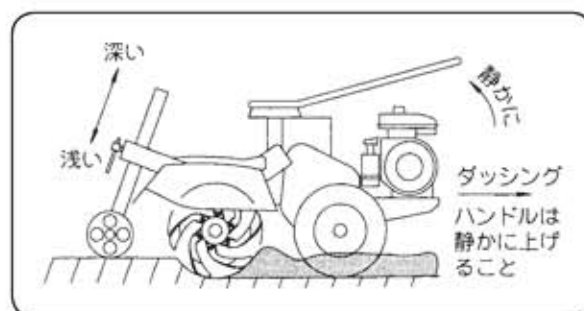

図32
- ① 前輪の上下によって作業深さが変わります。
- ② ロータリ川を下げるときはハンドルを静かに上げてください。硬い圃場で急にハンドルを上げるとロータリ爪の反力で機体が押し戻されけがをするおそれがあり危険です。(図32)